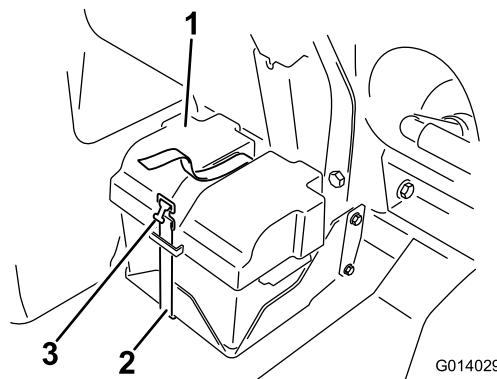

Figure 76
- Déposez le couvercle de la batterie et débranchez le câble de masse négatif (noir) de la borne de la batterie (Figure 76).
4. Posez le couvercle de la batterie et fixez-le avec la sangle retirée précédemment (Figure 76).